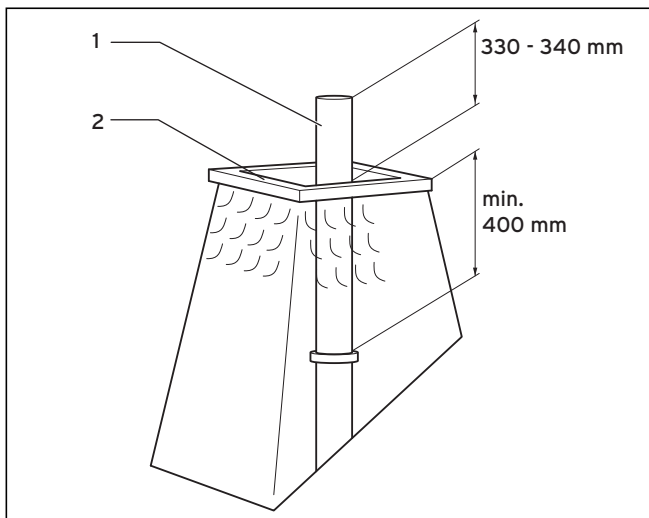

Abb. 6.27 Edelstahl-Rohr kürzen
Beachten Sie für die Montage der Schachtabdeckung aus Edelstahl die Abb. 6.27.
- Kürzen Sie das Edelstahl-Rohr (1) gemäß Abb. 6.27.
- Dichten Sie den Mündungsrand (2) mit Silikon ab.